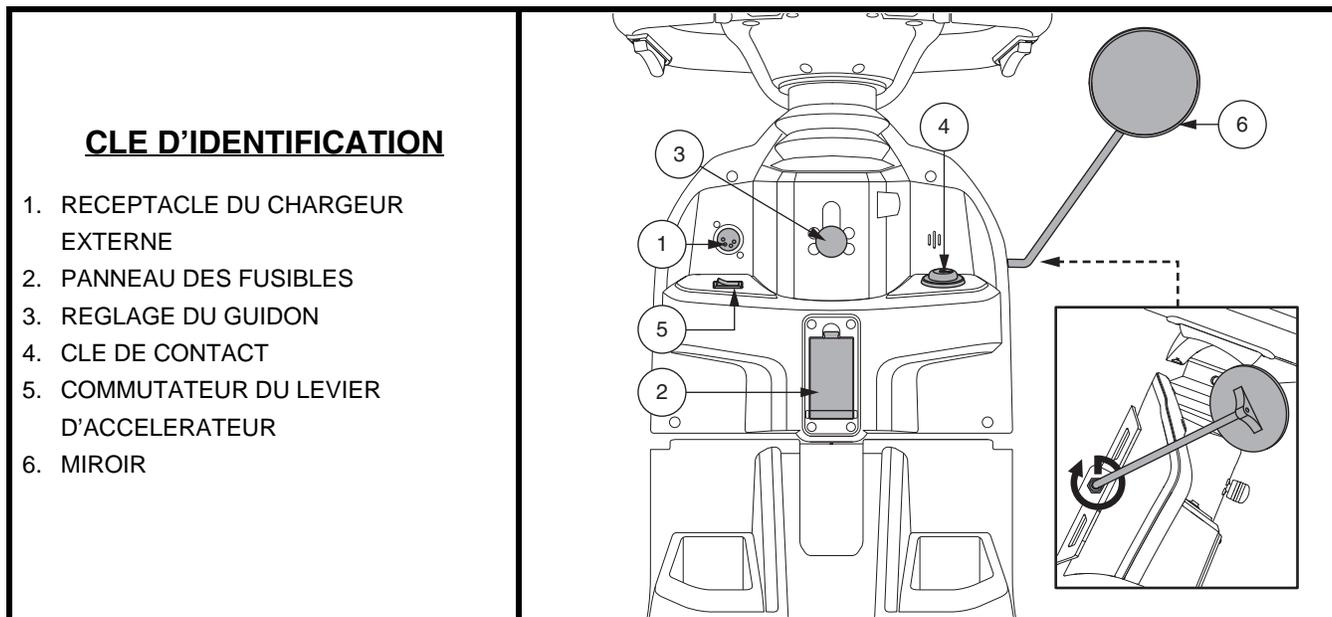

Figure 4. Composants du guidon inférieur
Pour charger les batteries, le cordon du chargeur doit être branché dans ce réceptacle. Le réceptacle est situé sur le guidon. **Voir la figure 4.**
- Insérez la clé dans le contact et tournez-la dans le sens horaire pour allumer votre VMP. **Voir la figure 4.**
Ce commutateur permet de sélectionner le levier d'accélérateur (gauche ou droit). Voir la figure 4.